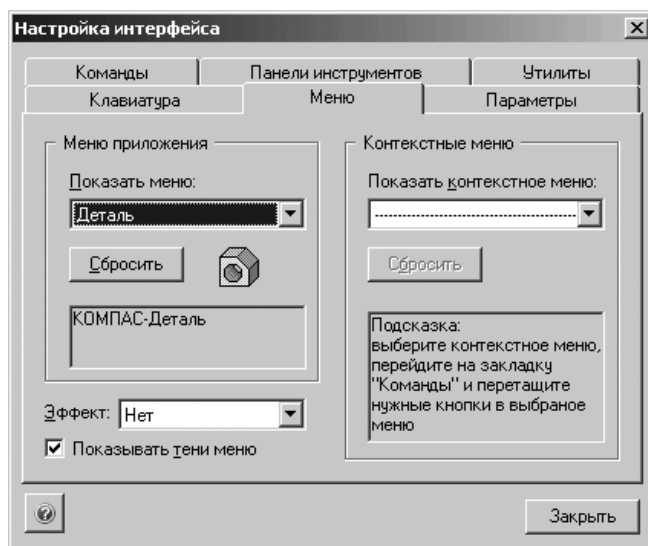

Рис. 9.57. Диалоговое окно **Настройка интерфейса** с открытой вкладкой **Меню**
- щелкните в диалоговом окне **Настройка интерфейса** по вкладке **Меню**. Откроется вкладка **Меню** (рис. 9.57).